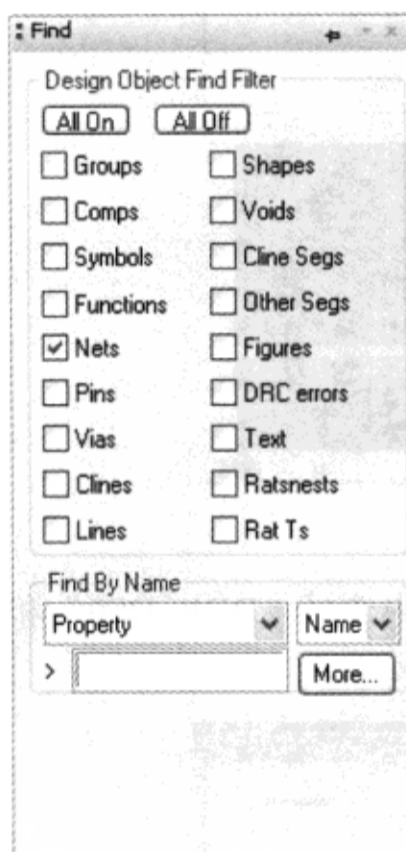

图 2-7-7 “Find”页面设置
(1) 在 Allegro PCB SI GXL 中执行菜单命令“Display”→“Element”，在控制面板的“Find”页面仅选择“Nets”，如图 2-7-7 所示。